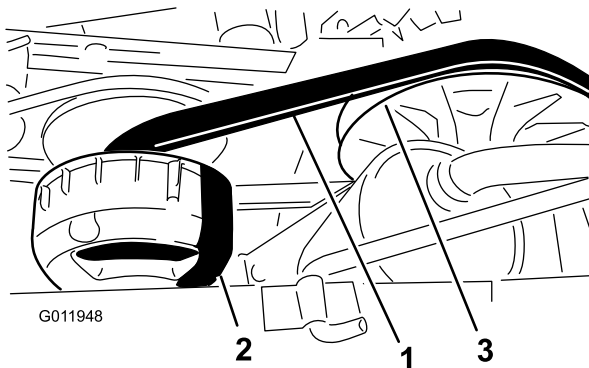

Figura 46
3. Haga girar la correa e inspecciónela (Figura 46) para asegurarse de que no está excesivamente desgastada ni dañada. Cambie la correa si es necesario.
1. Haga girar la correa y llévela sobre el embrague secundario (Figura 46).
2. Retire la correa del embrague primario (Figura 46).